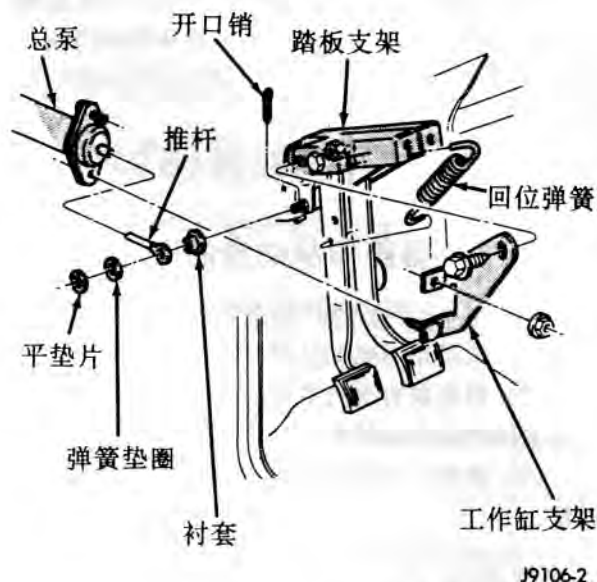

图4 推杆连接
(3) 降下车辆。
(4) 如有必要, 可拆下仪表盘下的内饰板来取下推杆。
(5) 拆下紧固推杆与轴臂的开口销及垫圈, 从轴臂上取下推杆(图4)。